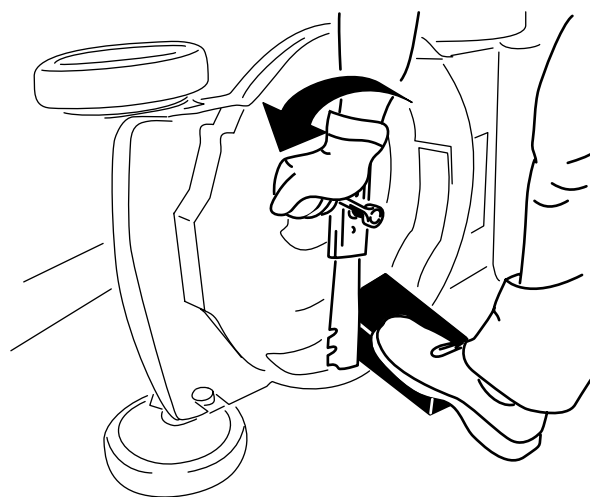

Figura 27
3. Utilize um bloco de madeira para manter a lâmina segura (Figura 27).
4. Retire a lâmina guardando todo o equipamento de montagem (Figura 27).